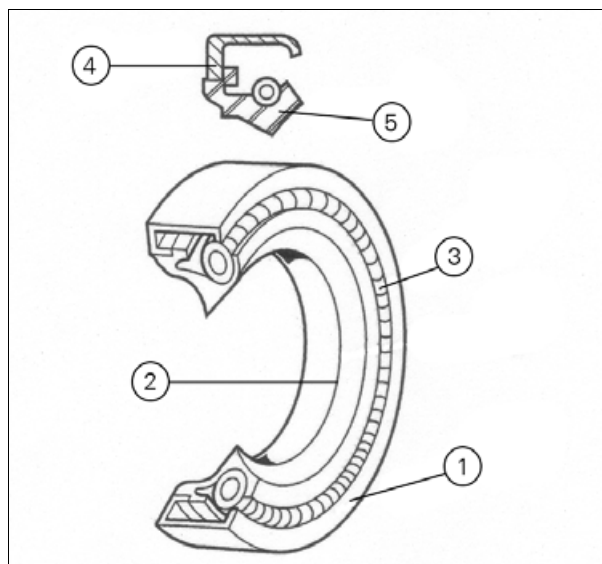

Рис. 3.
На *рис. 3* изображена отдельная манжета "SPY". На поперечном разрезе видны фланец (4) и внутреннее кольцо (5), которые расположены соответственно снаружи и внутри манжеты с уплотняющей кромкой. За редкими исключениями манжета устанавливается уплотняющей кромкой в сторону смазки. Некоторые типы манжет имеют дополнительную кромку без пружины.